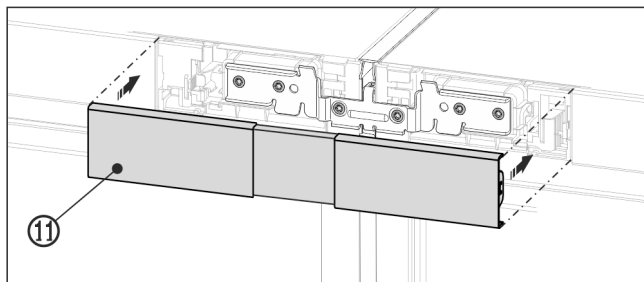

Fig. 23 Rappresentazione esemplificativa
- Innestare la copertura Fig. 23 (11) superiore sull'intercapedine ancora aperta delle due mascherine del quadro di comando. Fare attenzione che i lati esterni della copertura siano a filo con le mascherine del quadro di comando.